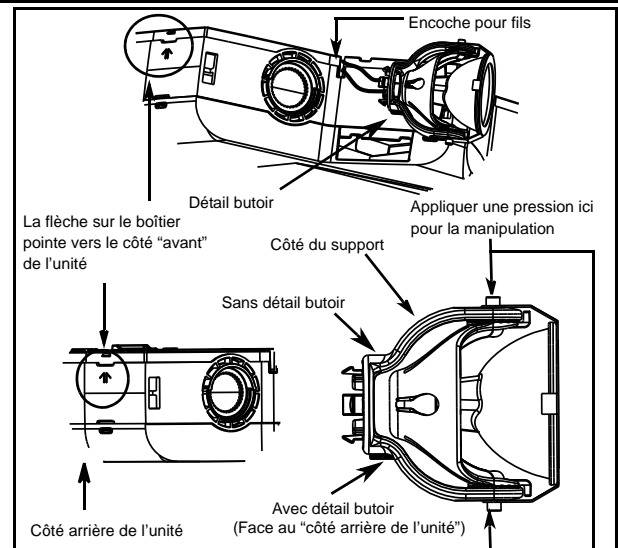

Figure 5
- Enlever les lentilles (voir fig. 3) et jeter les sacs en plastique. Installer des lampes tel qui indiqué à la figure 5. Orienter les lampes tel que désirée. Remettre les lentilles en place.
- Orienter et insérer en portant attention à l'orientation du détail butoir selon la figure 5.
- Manipuler les assemblages en appliquant une pression sur chaque côté du support selon la figure 5.